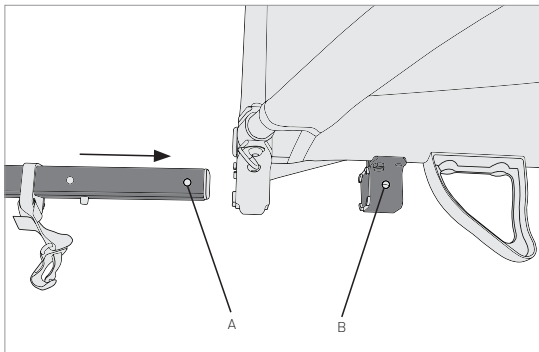

Figura 8
1. Deslice la barra de remolque hacia el receptor de la barra de remolque hasta que el Agujero A quede alineado con el Agujero B (Figura 8). El soporte de la correa de seguridad roja debe quedar enrasado con la parte delantera del receptor de la barra de remolque, indicando que la barra de remolque se ha insertado por completo.